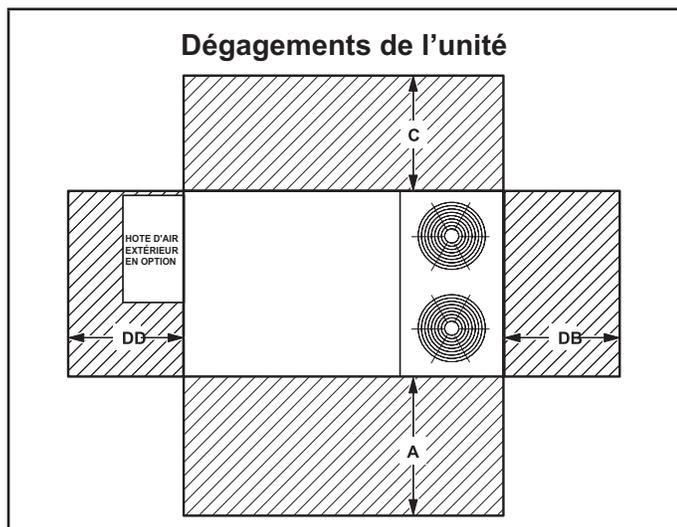

FIGURE 1
Reportez-vous aux dégagements de l'unité à la FIGURE 1.
L'unité LHX est homologuée ETL/CSA comme thermopompe avec climatisation et avec ou sans chauffage électrique auxiliaire pour les installations non résidentielles uniquement avec les dégagements par rapport aux matériaux combustibles indiqués sur la plaque signalétique de l'unité et à la FIGURE 1.
- 2- Les dégagements d'installation spécifiés doivent être respectés lors de l'installation de l'unité. Reportez-vous à la FIGURE 1.